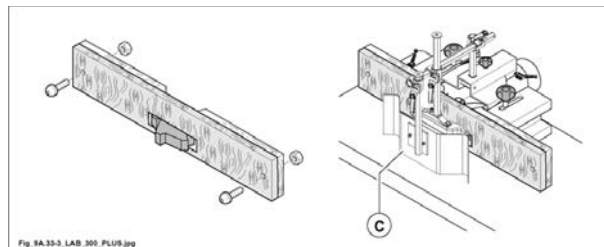

Fig. 9.33-3
Quando si eseguono lavori ripetitivi o di esecuzione particolare si consiglia di crearsi una controguida da fissare alla cuffia toupie, prendendola in corrispondenza dell'utensile. La controguida deve essere fissata ai due piani di appoggio mediante 2 viti testa bombata e 2 dadi M8 (fig. 9.33-3).
- posizionare il pressatore orizzontale (C fig. 9.33-3) in modo da proteggere l'operatore da eventuali proiezioni di schegge o parti di utensile.